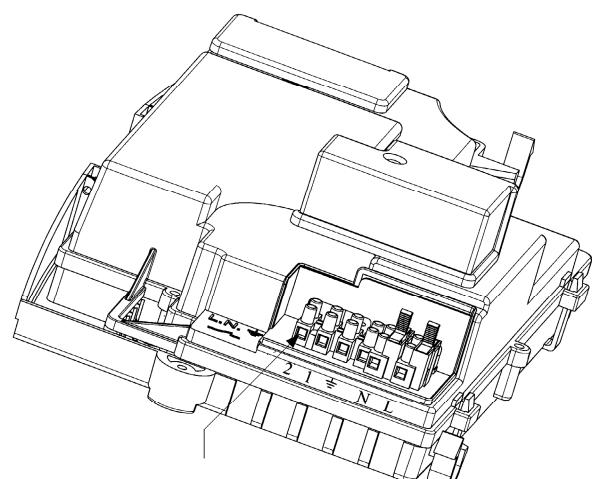

Рис.10
- для доступа к контактам снимите крышку (рис.10).
- откройте доступ к клеммам подключения электропитания (рис.10),
- подключите двухпроводной кабель, идущий от термостата, к клеммам (1) и (2);